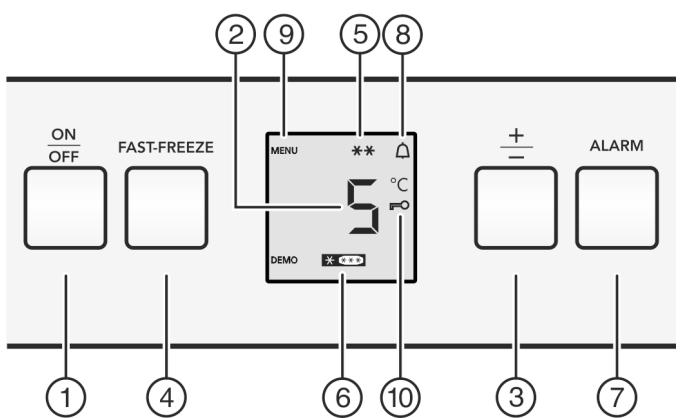

Fig. 2
- Aan/uit-toets Fig. 2 (1) indrukken.
- Druk de toets Fast-Freeze Fig. 2 (4) ca. 5 seconden in.
- ▷ Op het display wordt het symbool Menu Fig. 2 (9) weergegeven.
- Met de toets Fast-Freeze Fig. 2 (4) kort bevestigen.
- ▷ Het symbool Kinderbeveiliging Fig. 2 (10) brandt op het display.
- Druk de toets On/Off Fig. 2 (1) kort in.
- Toets Alarm Fig. 2 (7) indrukken.
Tegelijkertijd knipperen de temperatuurdisplay en het symbool Alarm Fig. 2 (8).
Het akoestisch alarm stopt automatisch, het symbool Alarm Fig. 2 (8) gaat uit en de temperatuurdisplay houdt op met knipperen, wanneer de temperatuur weer laag genoeg is.
► Temperatuurfunctie oproepen: Druk de insteltoets “+/-” Fig. 2 (3) in.
► Temperatuur in 1 °C stappen wijzigen: Druk de insteltoets “+/-” Fig. 2 (3) net zo vaak in, totdat de gewenste temperatuur op het temperatuurdisplay oplicht.